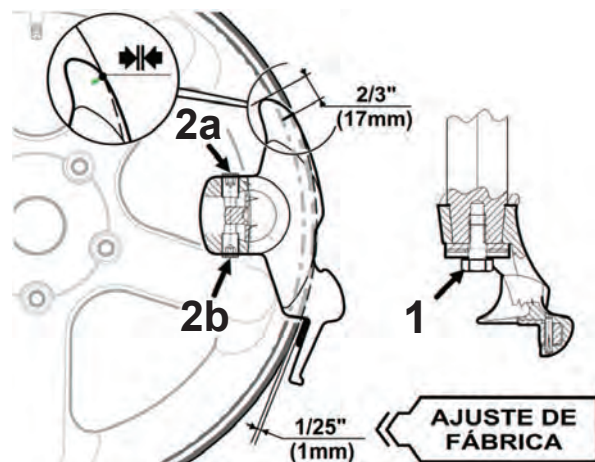

Fig. 4.1-5
2. Afloje el tornillo inferior (1, Fig. 4.1-5).
3. Ajuste la herramienta con los tornillos mostrados (2a y 2b, Fig. 4.1-5). Desenrosque el tornillo (2a o 2b, Fig. 4.1-5) para girar la herramienta, respectivamente a la derecha o a la izquierda.
5. Apriete el tornillo inferior (1, Fig. 4.1-5) con un par de 35 Nm.